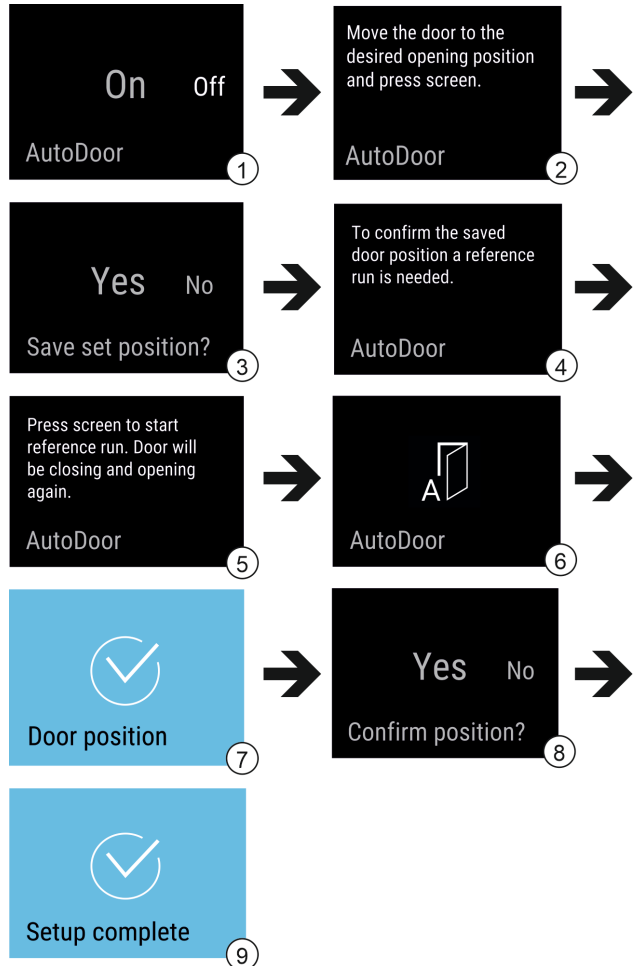

Fig. 13 Exemplarische Darstellung der Anzeigen in englischer Sprache
- AutoDoor aktivieren: Anzeige im Display auf On wischen. Fig. 13 (1)
- Display 3 Sekunden lang drücken. Fig. 13 (1)
- Türöffnungswinkel konfigurieren: Tür mindestens 70° öffnen. Fig. 13 (2)
- Türöffnungswinkel bestätigen: Meldung im Display antippen. Fig. 13 (3)
- ▶ Referenzfahrt starten: Display antippen. Fig. 13 (5)
- ▷ Display blinkt. Fig. 13 (6)
- ▷ Referenzfahrt ist erfolgreich: Display wird 2 Sekunden blau. Fig. 13 (7)
- ▶ Türöffnungswinkel bestätigen. Fig. 13 (8)
- ▷ Display wird blau. Fig. 13 (9)